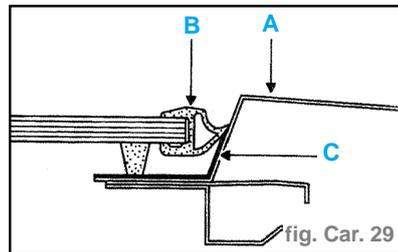

fig. Car. 29
**Remarque :** Lors de l'application de primaire tôle, il est recommandé de masquer la zone (A) avant application (fig. Car. 29).